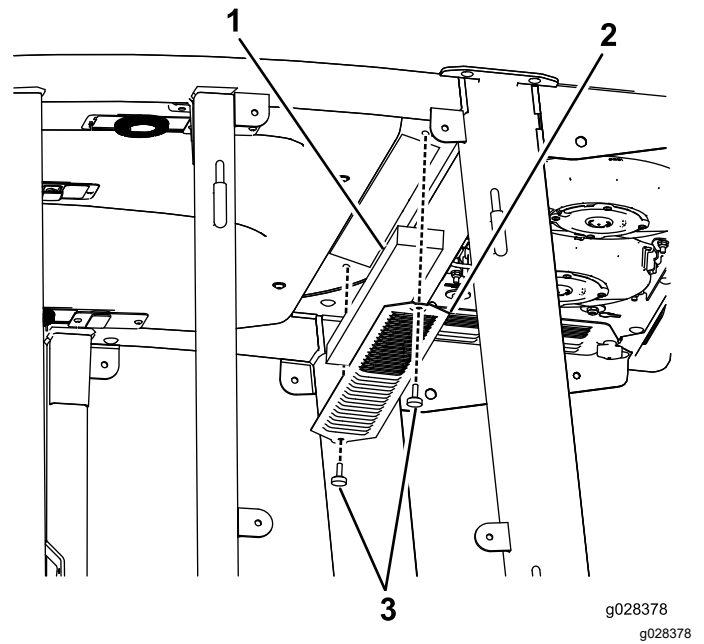
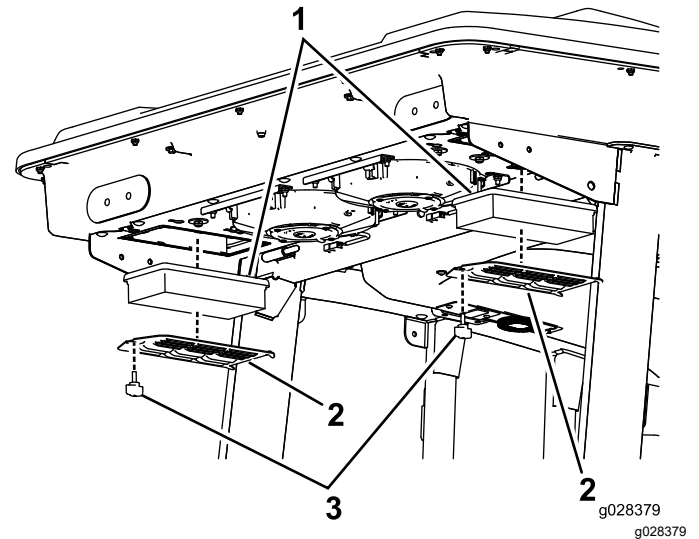
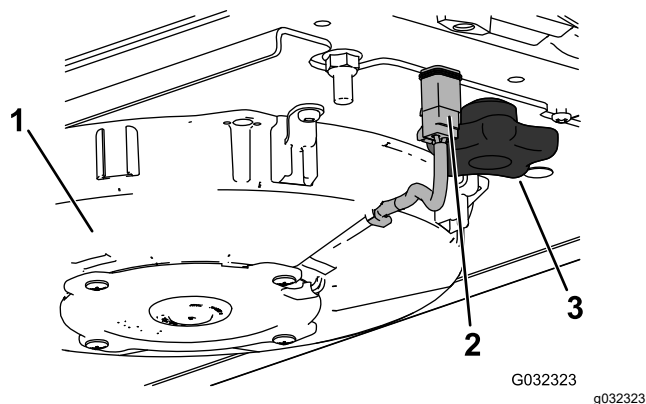
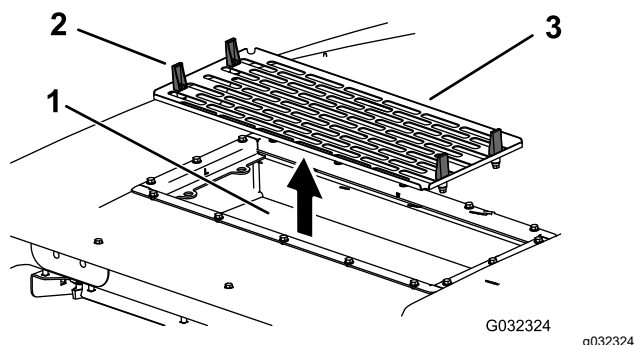

Figura 114
Figura 115
Figura 117
Figura 118
posteriore della cabina (Figura 114 e Figura 115).
4. Togliete i filtri dell'aria (vedere Figura 115).
6. Installate i filtri dell'aria, la griglia e il gruppo ventola (Figura 115, Figura 117 e Figura 118).
7. Collegate il filo per ciascuna ventola (Figura 117).